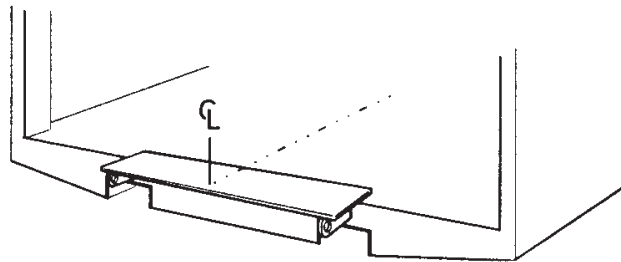

Bild 27. Skruva eller punktsvetsa monteringsjiggen vid bakbalken Art. nr. 51724TL för Z 1500/2000
2. Skruva eller punktsvetsa monteringsjiggen vid bakbalken, så att resp. mittpunkt sammanfaller. Se Bild 27. Art. nr. 51724TL för Z 1500/2000.